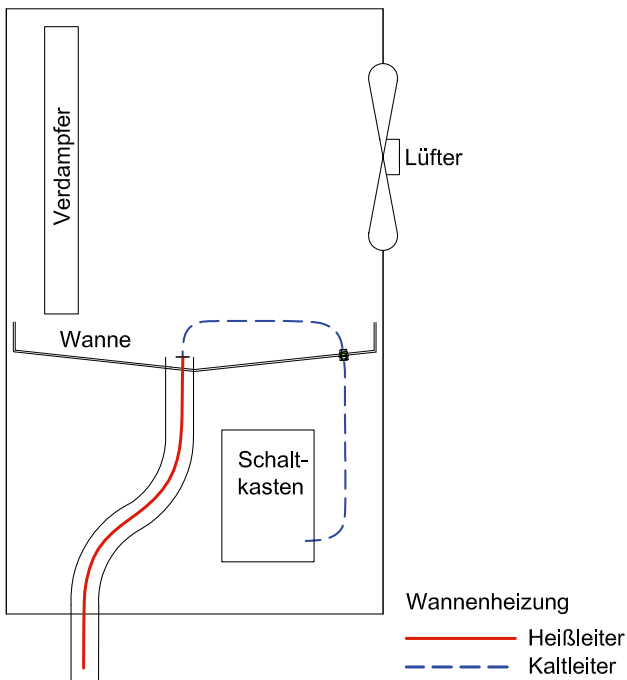

Abb. 1.5:
- 2) Verlegen Sie die mitgelieferte Kondensatablaufheizung (siehe Abb. 1.5 auf S. 2)